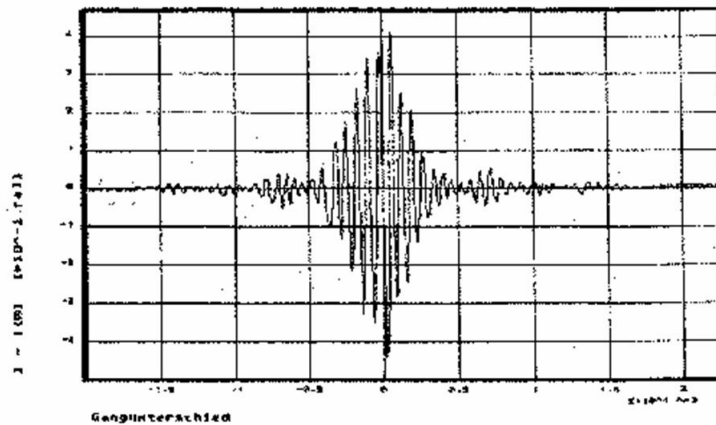

Abbildung 3: Interferogramm der Halogenlampe mit BG36
- Messen Sie das Interferogramm der Halogenlampe. Dabei ist zu beachten, dass die Interferogramme polychromatischer Lichtquellen - bedingt durch den Versuchsaufbau - assymetrisch bezgl. der WLP sind und daher beide Seiten vermessen werden müssen, Abb. 3 zeigt ein Beispiel für ein Interferogramm der Halogenlampe mit dem Filter BG36.